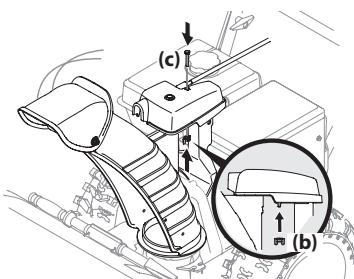

Figura 2-42
- Termine de sujetar el cabezal de control del canal colocando el tornillo hexagonal (c) y la tuerca de mariposa (b) que extrajo en el Paso 1. Consulte Figura 2-42.